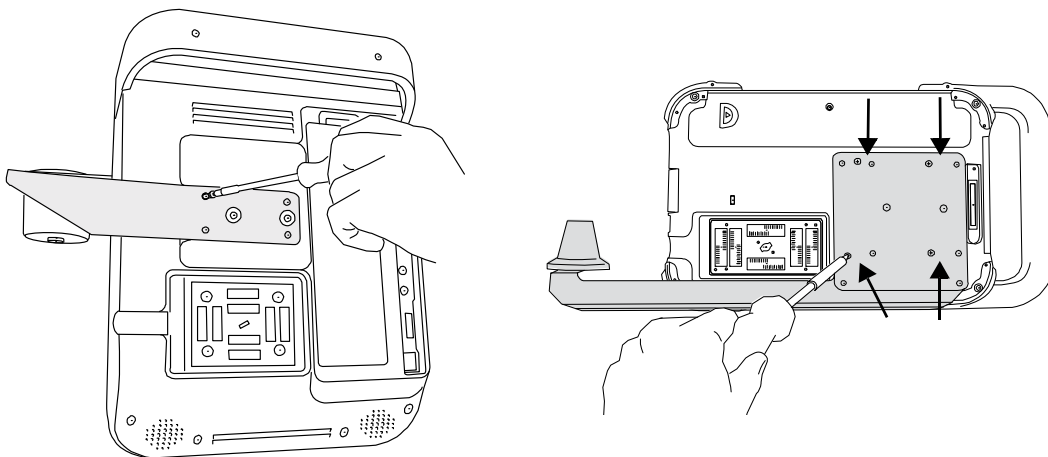

Figura 2 Coloque los tornillos en el soporte del transductor: S Series (a la izquierda) y NanoMaxx (a la derecha)
- 2 Con un destornillador Phillips, apriete los cuatro tornillos. Consulte Figura 2.
- ❖ Con un destornillador Phillips, afloje los cuatro tornillos de la parte trasera del soporte del transductor. Consulte Figura 2.